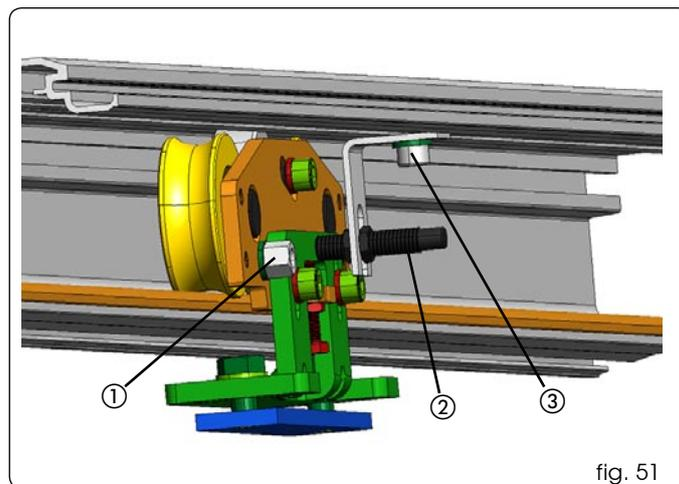

fig. 51
- Avvitare il magnete sul carrello più vicino alla battuta di chiusura, utilizzando il foro filettato sul carrello utilizzato normalmente per attacco cinghia (fig. 51 rif. ①).
- Assemblare il sensore alla staffa (fig. 51 rif. ②) utilizzando gli appositi dadi in plastica. Inserire un piastrino filettato sulle sedi del profilo di sostegno e montare la staffa utilizzando le apposite viti (fig. 51 rif. ③); verificare che con l'anta chiusa il sensore si trovi in corrispondenza del magnete.